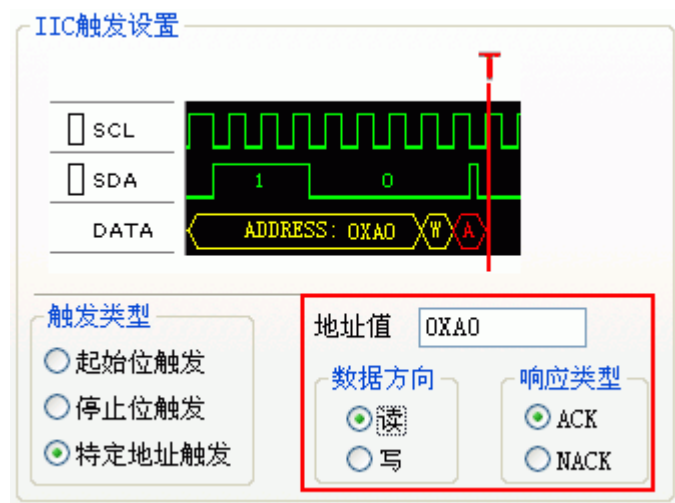

图 10.15 设置特定地址触发
4. 设置I²C “特定地址”、数据方向为读、响应类型为ACK时触发。在这里设置当发出的器件从地址是0xA0、从该器件读数据、并且器件的响应是ACK时触发。如图 10.15所示。